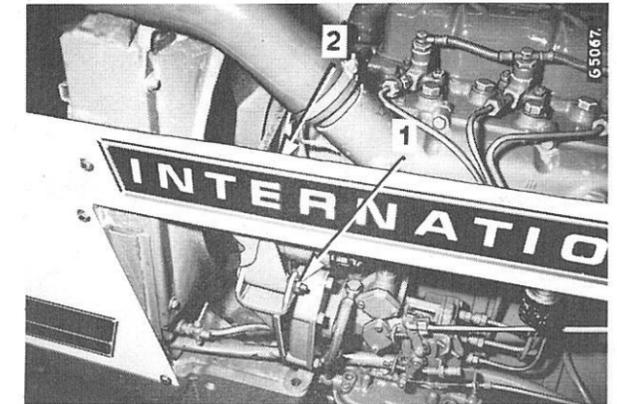

Fig. 65
Le réglage de la tension s'effectue par pivotement de l'alternateur après avoir desserré l'écrou de fixation (1) Fig. 65 et le boulon de réglage (2). Resserrez fermement l'écrou et le boulon.